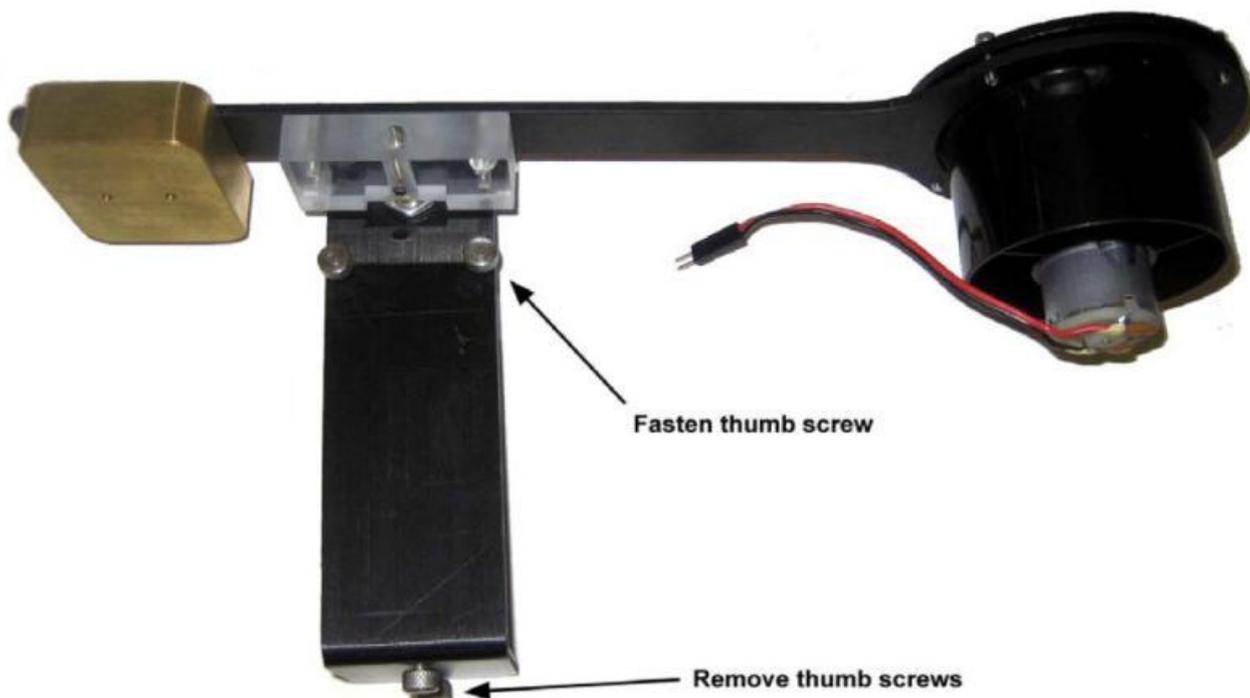

Рис. 34. Повторное затягивание винта на опоре и извлечение двух нижних винтов
4. Извлеките два винта, расположенные в нижней части опоры (рисунок 34).